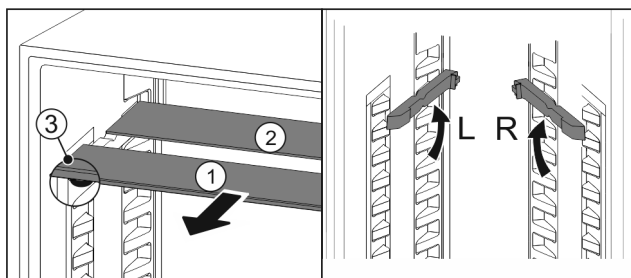

Fig. 157
- Skleněné desky jednotlivě vytáhněte dopředu Fig. 157 (1).
- ▶ Skleněná deska Fig. 157 (1) s ozdobnou lištou leží vpředu.
- ▶ Zarážky Fig. 157 (3) směřují dolů.